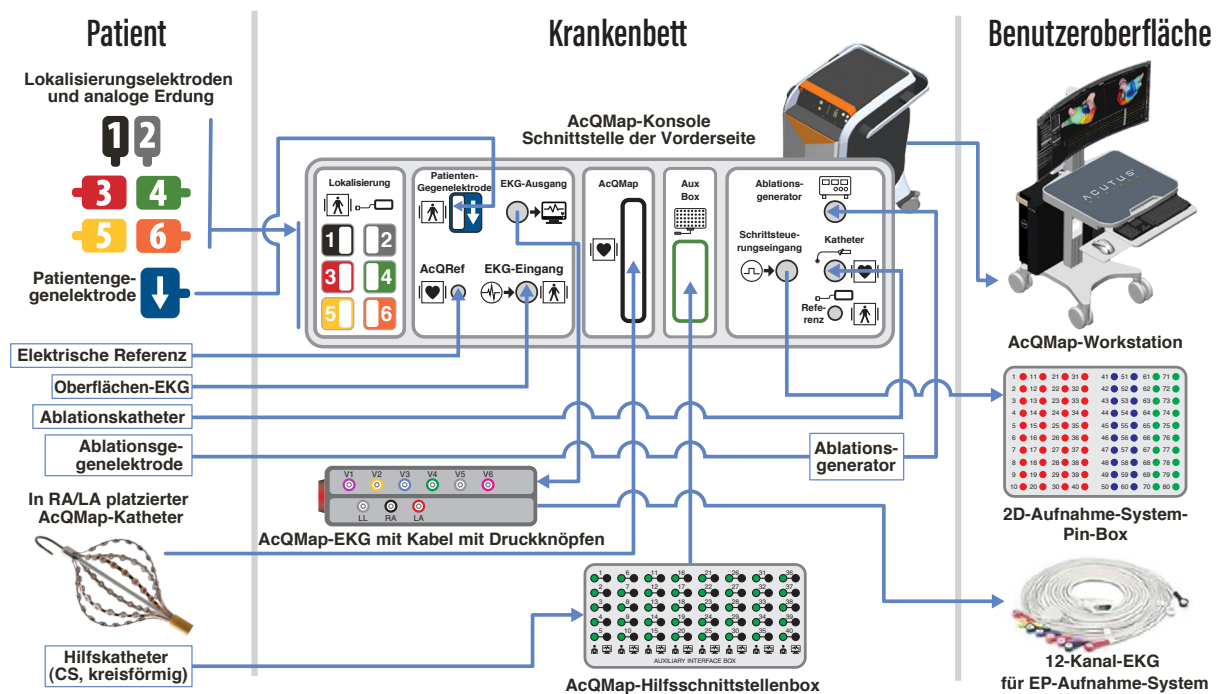

Abbildung 5-1. Anschlüsse des AcQMap-Systems.
Siehe *Abbildung 5-1* bis *Abbildung 5-3* beim Ausführen der folgenden Schritte:
3. Elektrischen Referenzkatheter/-kabel wie in Kapitel 5, *Abbildung 5-1* und *5-2*, gezeigt an die Vorderseite der AcQMap-Konsole anschließen.
3. Anatomischen Referenzkatheter/-kabel wie in *Abbildung 5-1* und *5-3* gezeigt mit dem entsprechenden Katheterverlängerungskabel des Herstellers an der AcQMap-Hilfsschnittstellenbox anschließen.